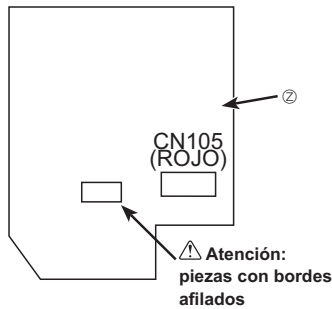

Fig. 6-6
- 14 Conecte firmemente el cable eléctrico de la interfaz de radiofrecuencia al conector CN105 (ROJO) del panel del controlador interior. (Fig. 6-6)